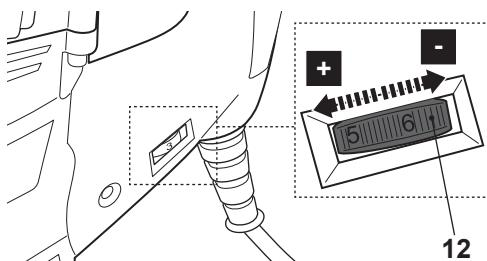

Fig. 4
- > Gire el selector de velocidad (12) hacia la izquierda para incrementar la velocidad máxima de giro (Fig. 4).
- > Gire el selector de velocidad (12) hacia la derecha para reducir la velocidad máxima de giro (Fig. 4).